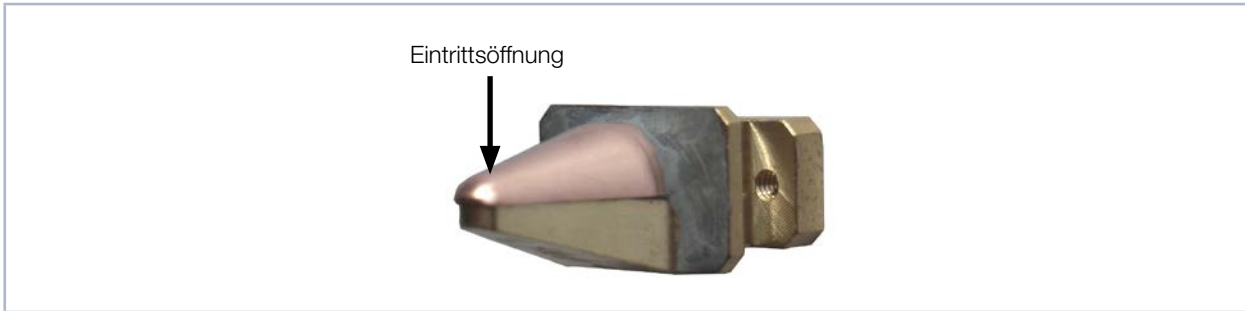

Abb. 13.2: Eintrittsöffnung (Pinhole) in der Messspitze.
5. Setzen Sie die neue Messspitze vorsichtig in die Drehscheibe ein (Achtung, die Eintrittsöffnung befindet sich auf der gewölbten Seite, siehe Abb. 13.2)